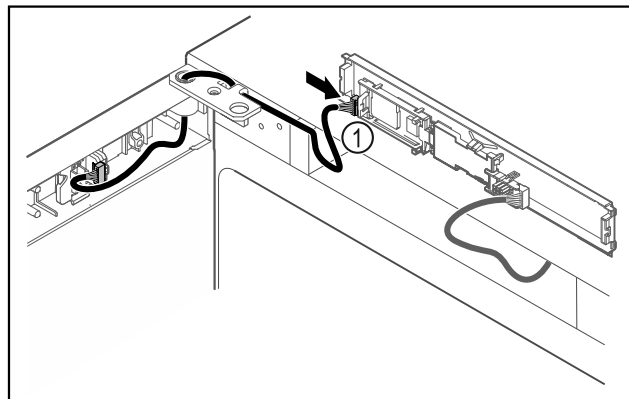

Fig. 43
- ▶ Introduceți fișa Fig. 43 (1) la placa electronică.